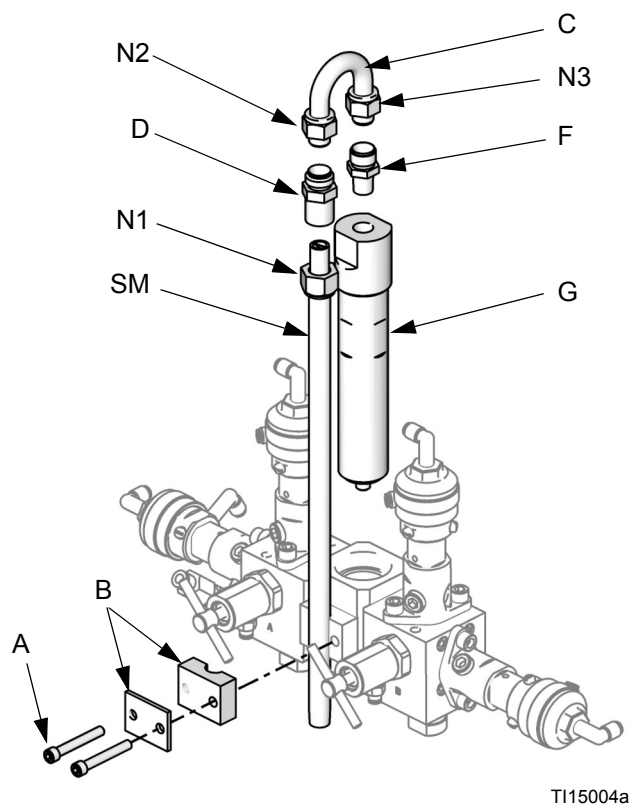

FIG. 12. Demontera integrator och statisk blandare
1. Ta bort skruvarna (A) och den statiska blandarens fästen (B). Se FIG. 12.
2. Lossa på den statiska blandarens skruv (N1). Ta bort och behåll den statiska blandaren (SM).
3. Lossa på u-rörets skruvar (N2 och N3). Släng u-röret (C) och den statiska blandarens fästen (D).
4. Ta bort och behåll 1/4 npt(m) fästet (F). Ta bort integratorm (G) och släng.